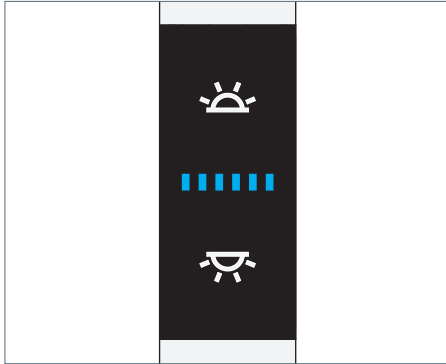

Fig. 9: Bedienelement.
- Drücken Sie die obere Taste, siehe Fig. 9.
- Drücken Sie die untere Taste, siehe Fig. 9.
- Drücken Sie die obere Taste und halten Sie diese Taste gedrückt, siehe Fig. 9.
- Drücken Sie die untere Taste und halten Sie diese Taste gedrückt, siehe Fig. 9.